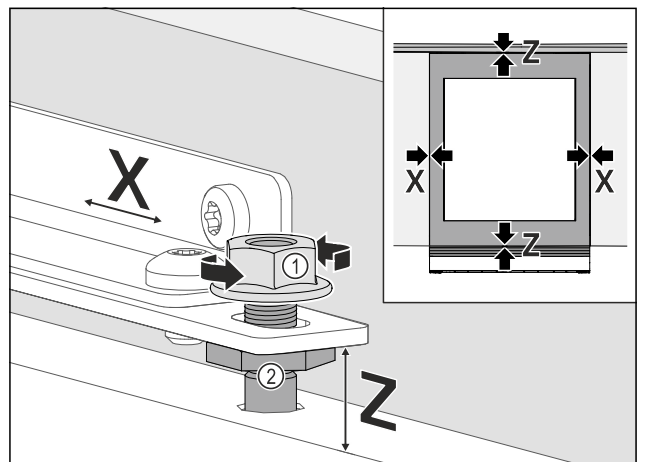

Fig. 104
- ▶ Möbeltür seitlich ausrichten: Kontermutter Fig. 104 (1) lösen, Möbeltür in X Richtung verschieben.
- ▶ Kontermuttern Fig. 104 (1) anziehen.
- ▶ Möbeltür in der Höhe **Z** und in der seitlichen Neigung ausrichten: Justagebolzen Fig. 104 (2) einstellen.